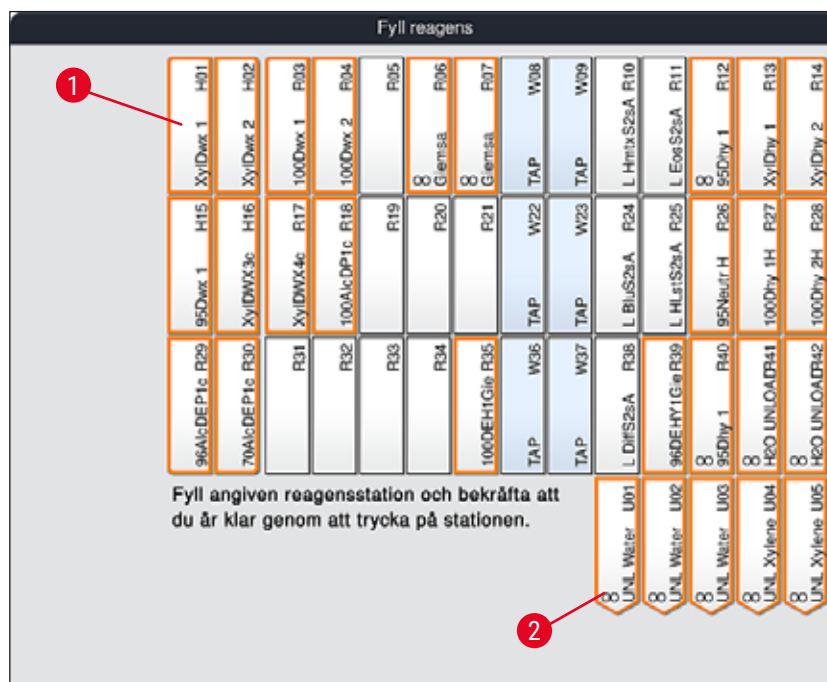

Bild 56
2. I det nya fönstret **Fyll reagens** (→ "Bild 56") är de stationer som ska fyllas markerade med orange (→ "Bild 56-1").
Endast användardefinierade och tillagda reagenser från Leica-infärgningsprogram får en orange markering (→ "Bild 56"). Därefter skannas reagenserna från Leica Reagent Kit (→ Sida 83 – Fylla på reagenser från Leica Reagent Kit).